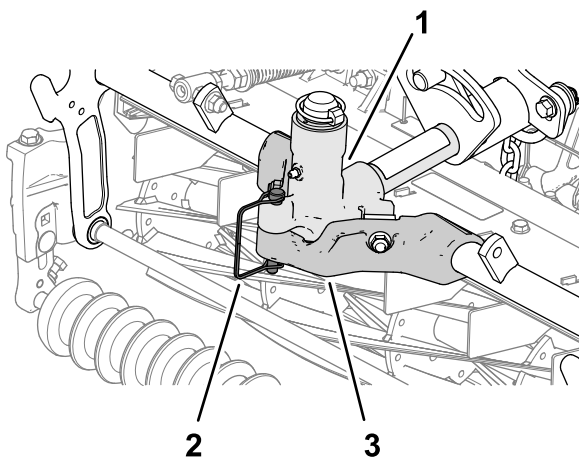

Figure 34
1. Fixez le bâti porteur de l'unité de coupe sur la chape du pivot avec la goupille à fermoir, comme montré à la Figure 34.